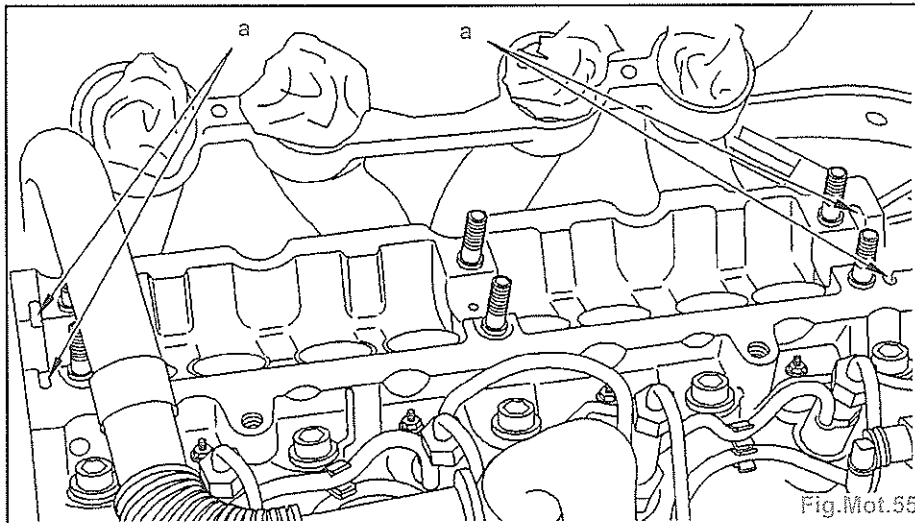
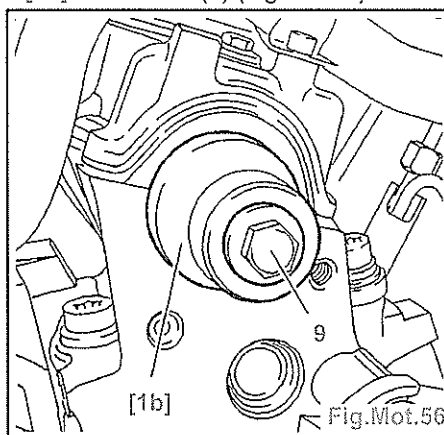

Fig.Mot.55
Fig.Mot.56
- Déposer une fine couche de produit d'étanchéité **E7** en «a» (Fig.Mot.55).
- le couvre-culasse inférieur (12),
- le couvre-culasse supérieur (13) (avec déshuileur intégré).
- Accoupler la durit (11).
- Reposer un joint neuf à l'aide de l'outil [1b] et de la vis (9) (Fig.Mot.56).